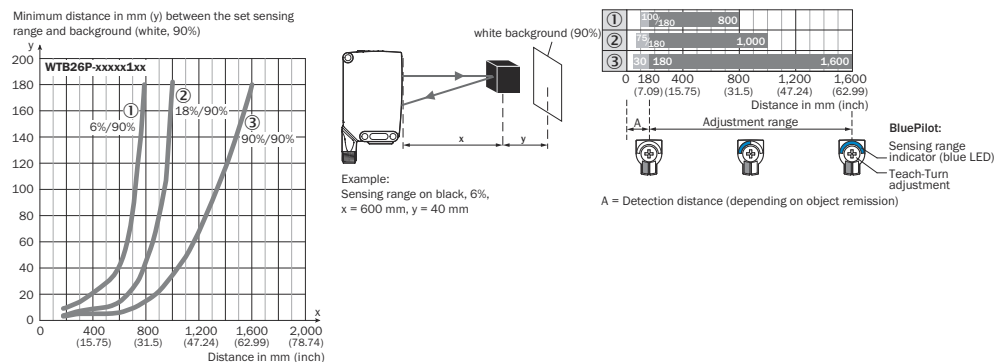

図 88: 特性曲線 1、WTB26P-xxxxx1xx、赤色光
背景抑制用の最小間隔 (= y) は、図 [図 88 ①] に基づいて以下の通り求めることができます: